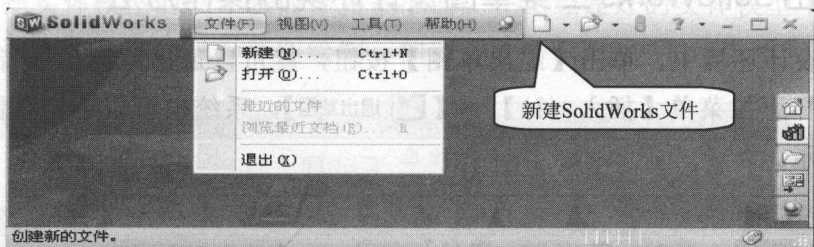

图 2-1 进入到【新建 SolidWorks 文件】
- (1) 在如图 2-1 所示的 SolidWorks 启动后的界面中，单击下拉菜单【文件】→【新建(N)... Ctrl+N】或直接单击进入到【新建 SolidWorks 文件】对话框。